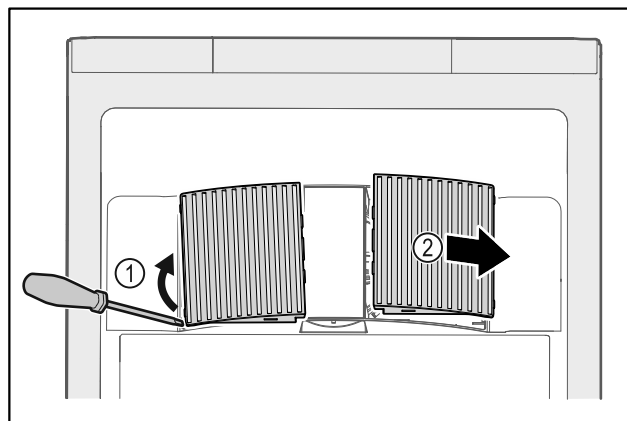

Fig. 171
- ▶ Lirk forsigtigt ventilatorafdækningerne ud fra siden Fig. 171 (1), og tag dem af forfra Fig. 171 (2).